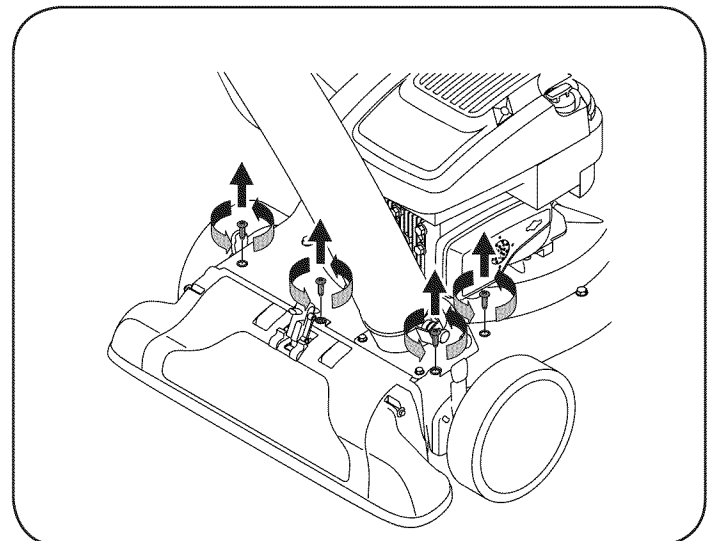

Figura 25
6. Saque los cuatro tornillos de la caja superior que ajustan la cubierta del pico. Vea la figura 25.